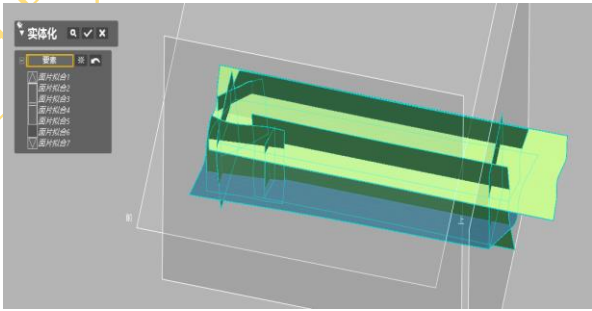
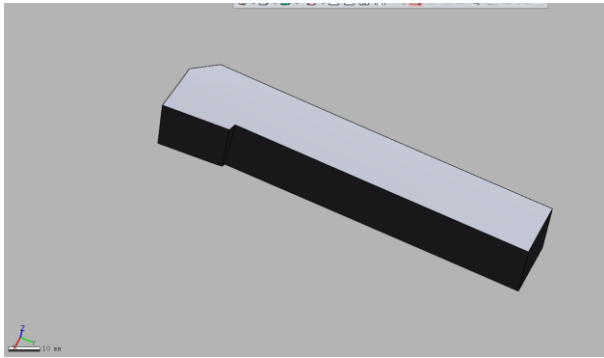

图 4.41 实体化对话框
图 4.42 外圆车刀主体实体建模
6) 点击菜单 (插入) 曲面) 实体化，弹出实体化对话框，要素：选择所有片体，如图 4.41 所示，点击确定完成外圆车刀主体实体建模，如图 4.42 所示。